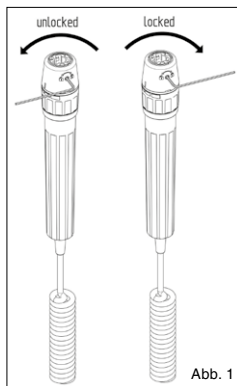

Abb. 1
- Aufgesetzte Instrumente lassen sich gegen unerlaubtes Abnehmen sichern, indem Sie mit dem beiliegenden Sechskantschlüssel nach Abb.1 verfahren.